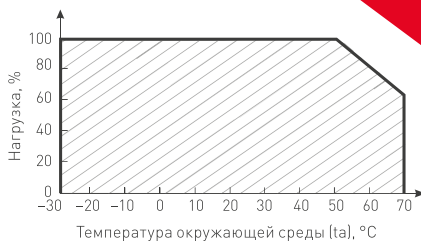

Рис. 2. Максимальная допустимая нагрузка, % от мощности источника
| КПД | 82–90% | Диапазон рабочих температур окр. среды | -30... +70 °C (см. рис. 2) |
- 4.3. Не нагружайте источник питания более чем на 80% от его максимальной мощности. Учитывайте, что с повышением температуры окружающей среды максимальная мощность источника питания снижается, см. график зависимости на рис. 2.